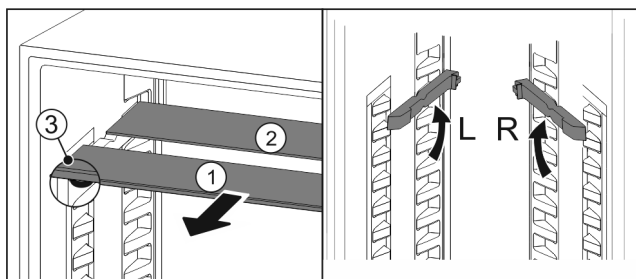

Fig. 21
- ▶ По одной извлеките Fig. 21 (1) стеклянные панели движением вперед.
- ▷ Стеклянная панель Fig. 21 (1) с декоративной планкой лежит спереди.
- ▷ Стопоры Fig. 21 (3) показывают вниз.